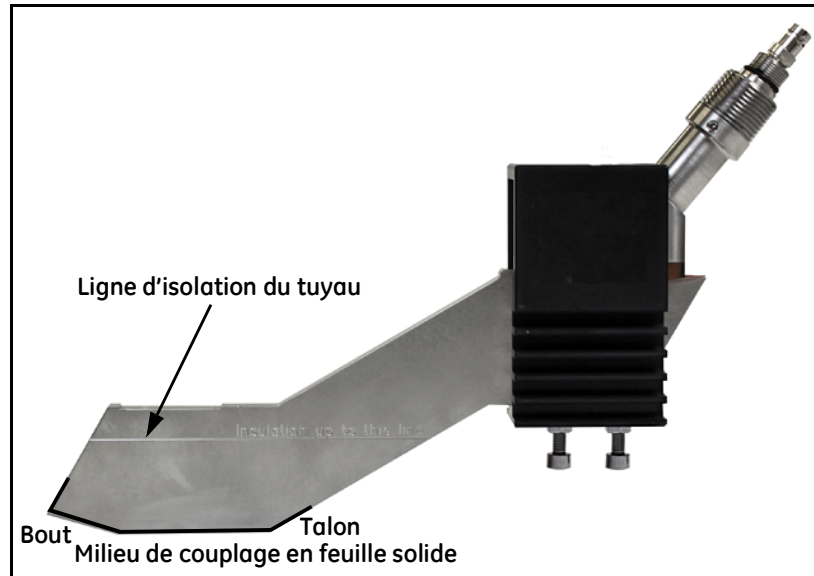

Figure 9: application du milieu de couplage en feuille solide
9. Avant que les transducteurs C-ET puissent être insérés de façon permanente dans les pinces de fixation, vous devez appliquer un milieu de couplage en feuille solide sur les deux transducteurs. Pour ce faire, posez le milieu de couplage en feuille solide sur le transducteur et pliez les extrémités du talon et du bout du transducteur, comme illustré dans la Figure 9 ci-dessous. Fixez temporairement le milieu de couplage au talon et au bout du transducteur à l'aide d'un ruban d'électricien. **N'appliquez pas** le ruban sur la surface du transducteur qui entre en contact avec le tuyau.
11. Réinstallez l'isolation du tuyau jusqu'à la ligne gravée sur les transducteurs (voir la *Figure 9* ci-dessus).
11. Réinstallez l'isolation du tuyau jusqu'à la ligne gravée sur les transducteurs (voir la Figure 9 ci-dessus).